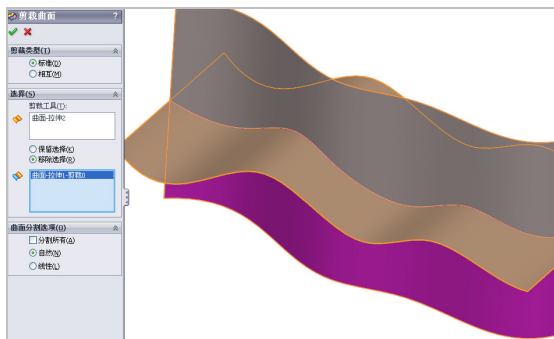

图 7-87 选择合适的对象
(3) 弹出【剪裁曲面】属性管理器，选择水平曲面为剪裁工具，选择垂直曲面的上部分为保留部分，如图 7-87 所示。